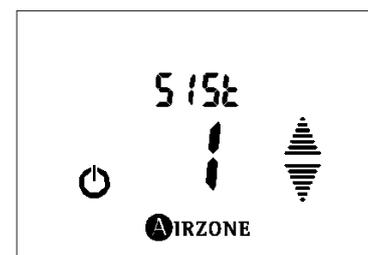

Fig. 76
- **Dirección de sistema 515t:** Esto permite definir el número del sistema en su instalación. Por defecto muestra el valor 1. Para modificar el valor de la dirección pulse , el valor de dirección del sistema se pondrá a parpadear, esto indica que podemos modificar el valor (Fig.76). Utilice las flechas para modificar la dirección. El sistema mostrará los valores de dirección libres con un valor máximo de 247. Una vez seleccionado el valor correcto pulse para confirmar.